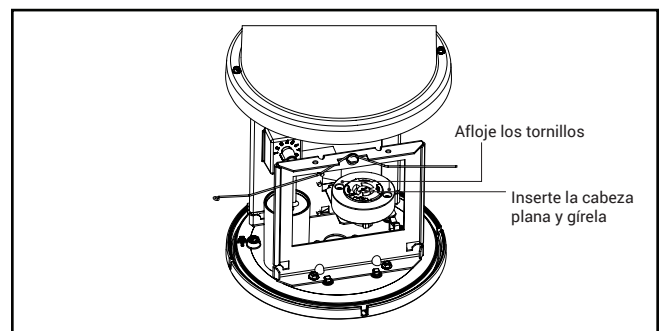

Figura 7.
ORIENTACIÓN DEL FOTOCONTROL (SI ESTÁ EQUIPADO). Figura 7
12. Orientación del fotocontrol (si está disponible). Figura 7.